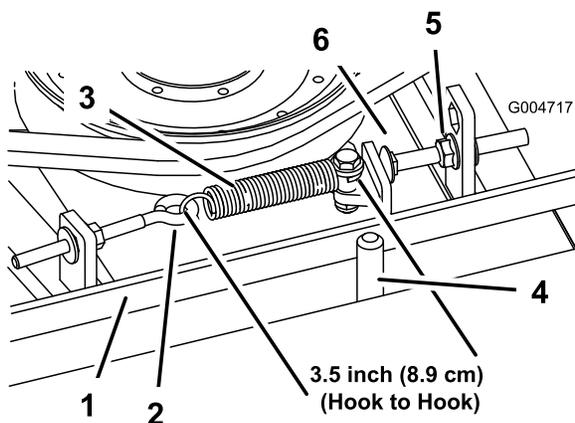

Figura 70
Quando a tensão estiver correcta, a medida da mola de extensão (gancho a gancho) deverá ser de cerca de  $8,9 \text{ cm} \pm 0,63 \text{ cm}$  (lado interior). Logo que se obtenha a tensão correcta da mola, ajuste o pino de fecho (parafuso da carroçaria) até haver uma folga aproximada de  $0,32 \text{ cm} \pm 0,152/0,000 \text{ cm}$  entre a cabeça do parafuso e o braço intermédio (Figura 70).
**Nota:** Certifique-se de que a correia está colocada no lado da mola do guia da correia (Figura 70).
2. Desaperte o parafuso com olhal permitindo a remoção da mola de extensão (Figura 70).
3. Desaperte a porca flangeada que fixa o pino de fecho na patilha de montagem. Puxa a porca ligeiramente para trás para permitir que o braço intermédio passe pelo pino de fecho (Figura 70). Retire a polia intermédia da correia para aliviar a tensão da correia.
8. Volte a ligar a mola de extensão (Figura 70) ao parafuso de olhal e aplique a tensão na correia como se segue: